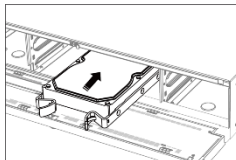

Figure 2-9 Insérez le disque dur
Step 3 Insérez le disque dur jusqu'à ce qu'il soit fermement fixé. Reportez-vous à Figure 2-9.